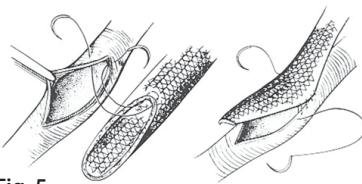

Fig. 5
2. Monofilamentpolypropylen er det foretrukne suturmateriale. Under suturering krænges kanterne af protesen udad for at sikre, at den fulde vægtყkelse og et trådøje bliver dækket af hver sutur. Fig. 5. Det tilrådes kun at anvende ikke-skærerende nåle, når der sutureres.